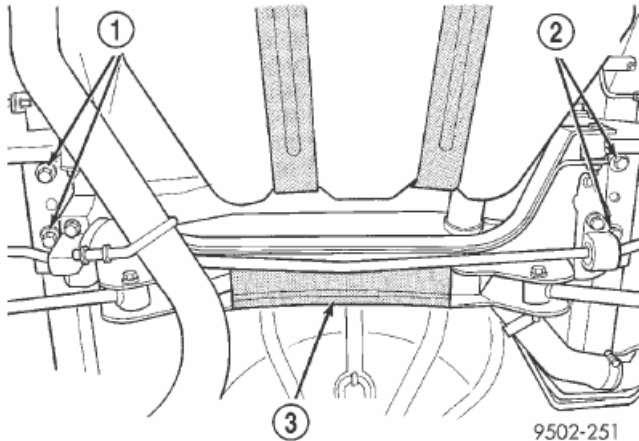

Рис. 21 КРЕПЛЕНИЕ ПОПЕРЕЧНОЙ БАЛКИ ПОДВЕСКИ К ЛОНЖЕРОНАМ
(10) Отвинтить 4 болта крепления поперечной балки задней подвески к задним лонжеронам (рис. 21).